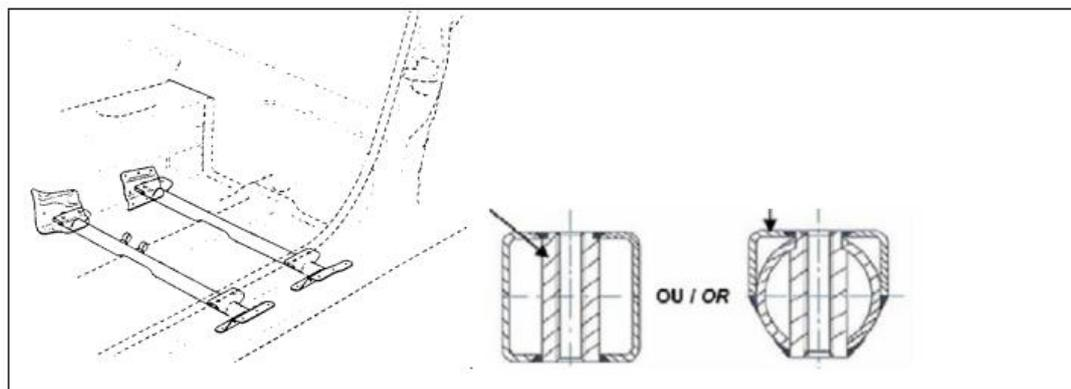

Рис. 8.1. Крепление сидений.
- Оригинальное сиденье водителя должно быть заменено на омологированное в соответствии с требованиями FIA спортивное анатомическое сиденье (стандарт FIA 8855/1999, либо 8862-2009 – настоятельно рекомендуется) с пятью (5) отверстиями для ремней безопасности. Использование сиденья должно удовлетворять требованиям Статьи 253-16 Приложения J к МСК FIA.
- Сиденья должны быть установлены только на поперечных трубах в соответствии с требованиями Статьи 253-16.1-3 Приложения J, либо в соответствии с Рис. 8.1.